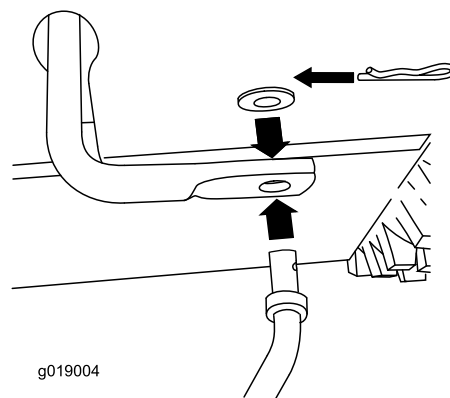

Figure 4
1. Insérez l'extrémité dans le bras de liaison inférieur de sorte que l'extrémité courbe de la tige de commande de vitesse soit dirigée vers l'arrière (Figure 4).
2. Fixez l'extrémité inférieure de la tige de commande de vitesse avec une rondelle plate et une goupille fendue (Figure 4).